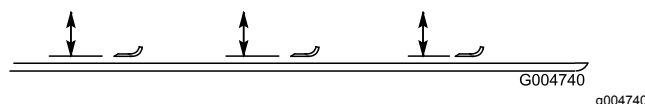

Figura 115
2. Ruotate la lama fino a quando le estremità non sono rivolte in avanti e indietro e misurate la distanza tra l'interno del piatto di taglio e il tagliente sulla parte anteriore della lama (Figura 115).